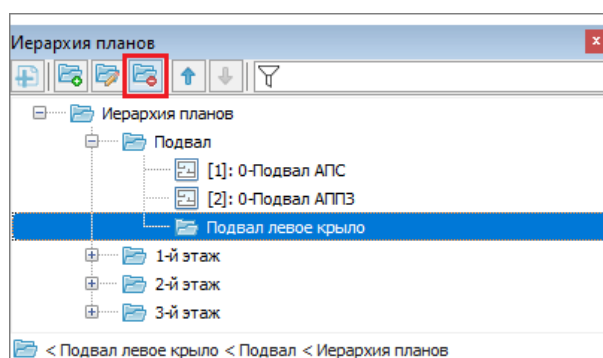

Рисунок 6-596 Удаление группы планов по кнопке на панели инструментов иерархии планов
- либо выделите в дереве иерархии планов ту группу планов, которую необходимо удалить, и нажмите кнопку  «Удалить группу» на панели инструментов иерархии планов (см. Рисунок 6-596);